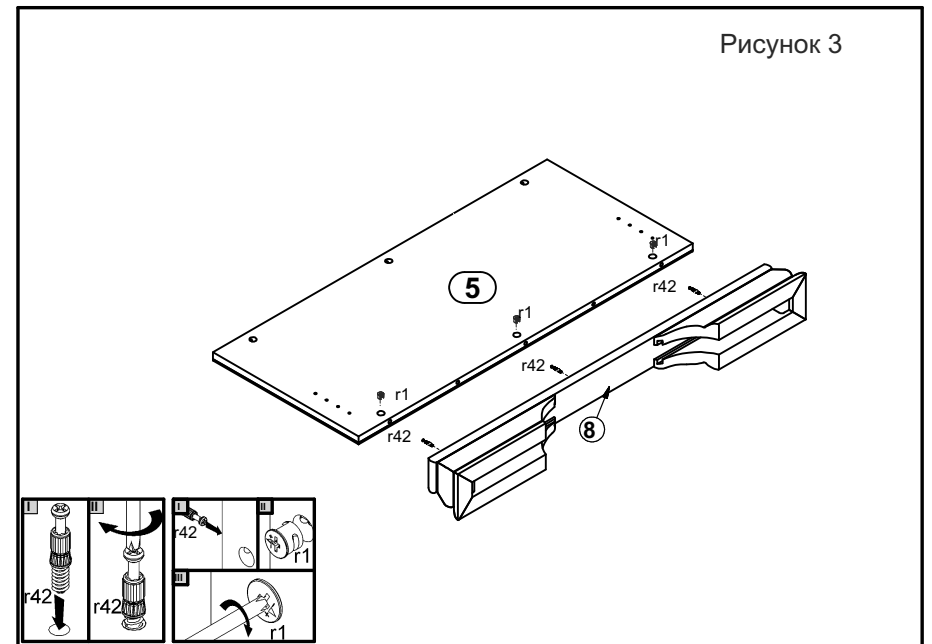

Рисунок 3
6. В отверстия $\varnothing 15$ мм на спинках **5, 6**, цоколей **12** вставить стяжки эксцентрикoвые **r1** (см. рис. 3, 5).
8. В отверстия $\varnothing 5$ мм на верхней поверхности щита нижнего **8**, на нижней поверхности щитов верхних **7** вкрутить винты стяжек **r42** (см. рис. 3, 5).
9. Соединить детали **5, 8** с помощью стяжек **r1** (см. рис. 3). Затянуть стяжки эксцентрикoвые **r1** с помощью отвертки.